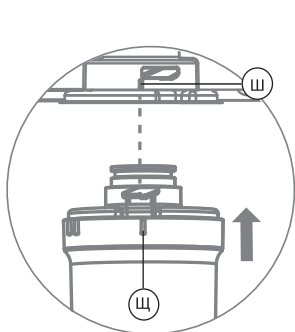

Рис. 23
5. Совместите метку «I» (Ш) на скобе фильтра и метку «I» (Щ) на картридже (рис. 23).